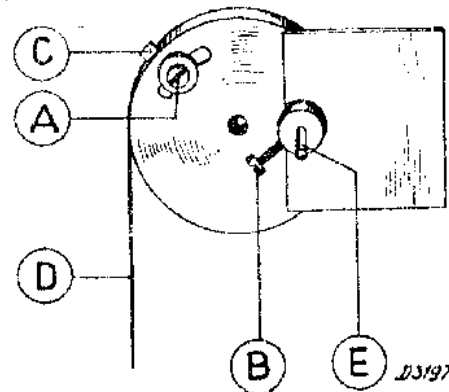

Fig. 6
4. Schroefje A (fig. 6) losdraaien en de wijzer-trommel verdraaien tot de wijzer nauwkeurig op 510 m. staat. Het nokje C moet hierbij worden vastgehouden, zodat de aandrijsnaar D gespannen blijft. De afstemming mag niet verlopen. Daarna schroefje A weer vastdraaien.